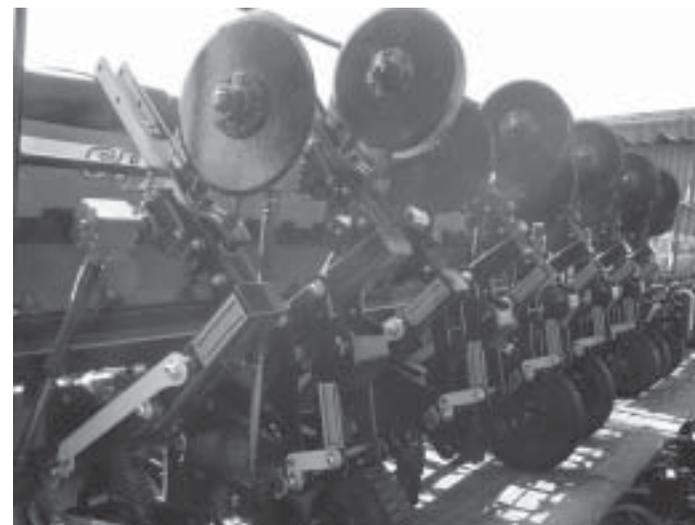

FIGURA 02
- Para facilitar o carregamento e transporte, as semeadoras SPA Mega Flex saem de fábrica com as linhas recolhidas e travadas conforme mostra a figura 02.